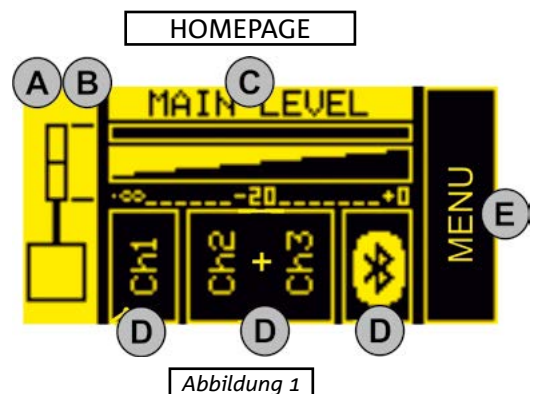

Abbildung 1
Auf der Seite HOME (Abb. 1) finden sich die grundlegenden Bedienungsfunktionen:
- A. mit [5] das linke Kästchen wählen [Abb. 1], um es hervorzuheben. Bestätigen und zur Auswahl der geeigneten Konfiguration drehen. Das ES1203-System kann wie folgt eingestellt werden:
- DOPPEL-STEREO-KONFIGURATION MASTER LEFT (ML)
- DOPPEL-STEREO-KONFIGURATION SLAVE LEFT (SL)
- DOPPEL-STEREO-KONFIGURATION MASTER RIGHT (MR)
- DOPPEL-STEREO-KONFIGURATION SLAVE RIGHT (SR)